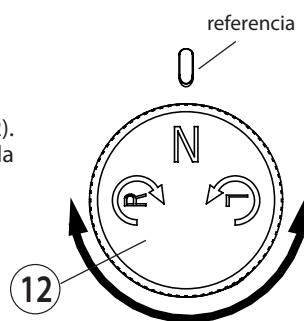

FIG. 4
- **en fase de atornillado** sobre valores de par de torsión bajos, pos. 1 - 2 - 3.
- **en fase de destornillado** sobre valores de par de torsión altos, pos. 3 - 4 - 5.
3.4) Configuración del sentido de rotación (Ref. a Fig. 4)